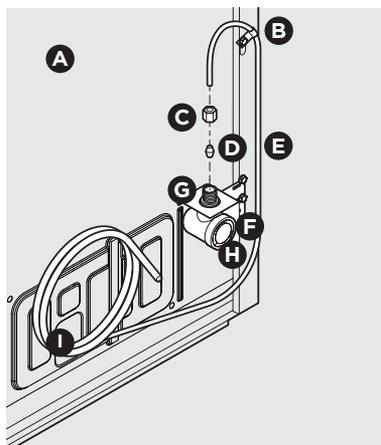

Figura 1
4. Si usa **tubería de cobre** - Deslice la tuerca de compresión de bronce y luego la argolla (manguito) en la línea de suministro de agua. Introduzca hasta el tope la línea de suministro de agua en la entrada de la válvula de agua (1/4"/6.4 mm). Deslice la argolla (manguito) en la entrada de la válvula y apriete con los dedos la tuerca de compresión en la válvula. Dele otra media vuelta a la tuerca con una llave, NO apriete excesivamente. Véase la Figura 1.